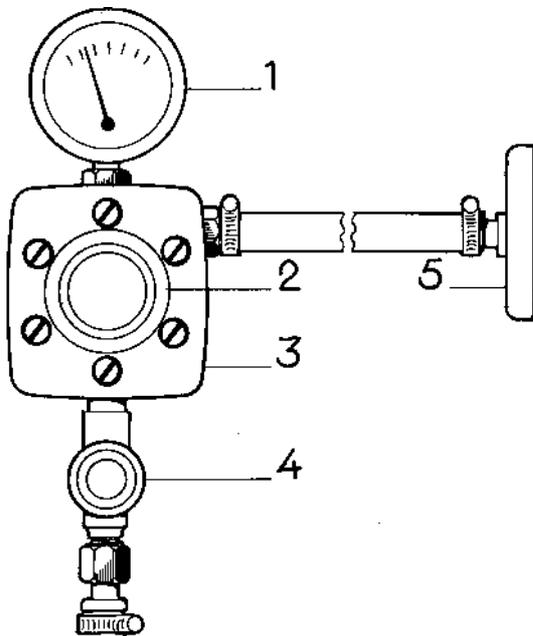

Fig. 88. Dispositif d'essai 2680 pour essai sous pression du système de refroidissement
1. Enlever le bouchon de remplissage pour le liquide de refroidissement et monter le dispositif d'essai 2680 (fig. 88) à la place.
2. Dévisser le bouton de réglage (2) afin d'éviter tout risque de surpression. Connecter le dispositif à une prise d'air comprimé.
4. Ouvrir le robinet (4) et visser le bouton (2) vers l'intérieur jusqu'à ce que le manomètre indique 0,7 bar. Fermer le robinet et vérifier si la pression baisse.